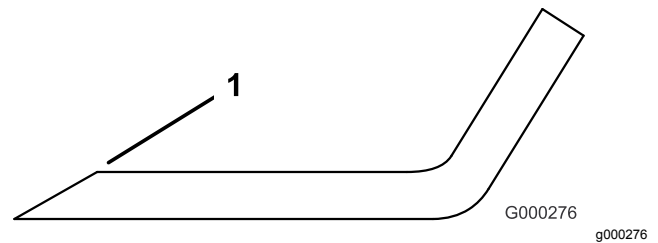

Figure 32
3. Examinez les tranchants de toutes les lames et affûtez-les s'ils sont émoussés ou ébréchés. N'aiguissez que le haut du tranchant et conservez l'angle de coupe d'origine pour obtenir une coupe nette (Figure 32). Limez la même quantité